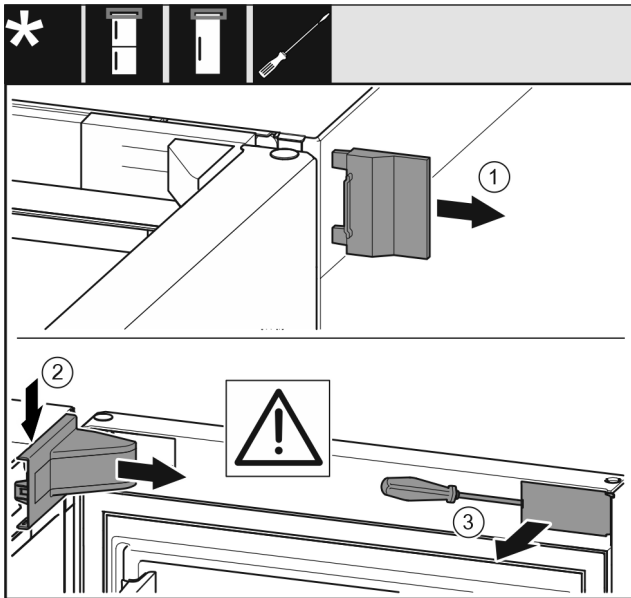

Fig. 11
- ▶ Fjern det ytre dekselet. Fig. 11 (1)
- ▶ Frigjør og løsne lagerbukkdekselet. Ta av lagerbukkdekselet. Fig. 11 (2)
- ▶ Klikk ut panelet og sving det til side med en skrutrekker. Fig. 11 (3)